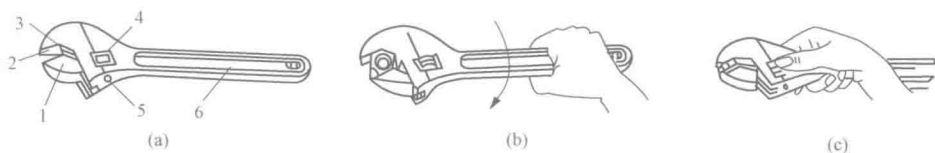

图 1-11 活动扳手的结构及使用
活动扳手由头部和柄部组成，头部由活动扳唇、呆扳唇扳口、蜗轮和轴销等构成，如图 1-11 (a) 所示。旋动蜗轮可调节扳口大小。其规格以长度×最大开口宽度 (mm) 来表示，
(1) 扳动大螺母时，常用较大的力矩，手应握在近柄尾处，如图 1-11 (b) 所示。
(2) 扳动较小螺母时，所用力矩不大，但螺母过小易打滑，故手应握在接近扳手的地方如图 1-11 (c) 所示，这样可随时调节蜗轮，收紧活动扳唇，防止打滑。
(3) 活动扳手不可反用，以免损坏活动扳唇，也不可钢管接长手柄来施加较大的扳拧力矩。
(4) 活动扳手不得当作撬棍和手锤使用。